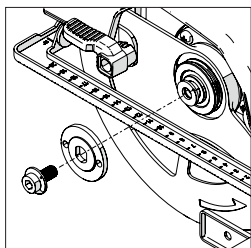

Fig. 4
- À l'aide de la clé hexagonale, desserrez et retirez la vis à tête creuse de l'arbre, les fixations associées et la flasque d'entraînement extérieure de la lame. (Fig. 4)